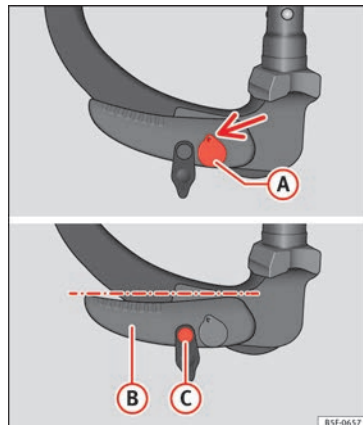

Bild 223 Inkopplingsklart läge: Spakens och utlösningsskruvens lägen
- Nyckeln **(A)** » bild 223 är i upplåst läge (delen med hål uppåt).
- Spaken **(B)** » bild 223 är i lägsta läget.
- Utlösningbulten **(C)** » bild 223 kan röras.